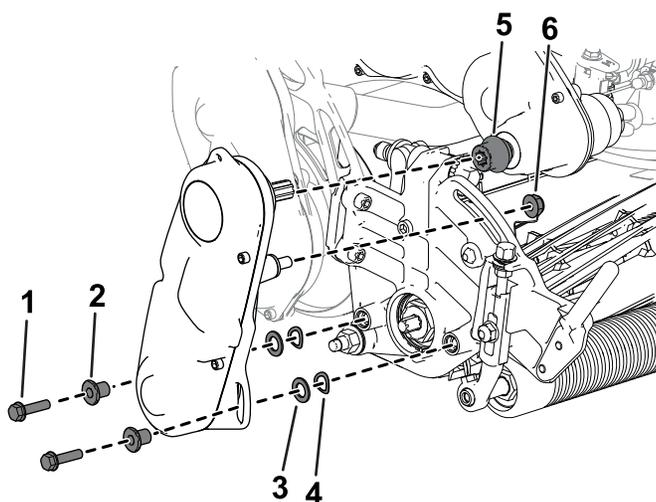

Рисунок 5
6. Установите муфту на ведущий вал трансмиссии (**Рисунок 5**).
7. Используйте ранее снятые крепежные детали для установки узла привода барабана на режущий блок (**Рисунок 5**).
8. Убедитесь в том, что муфта (**Рисунок 5**) может легко перемещаться вперед и назад по ведущему валу трансмиссии.